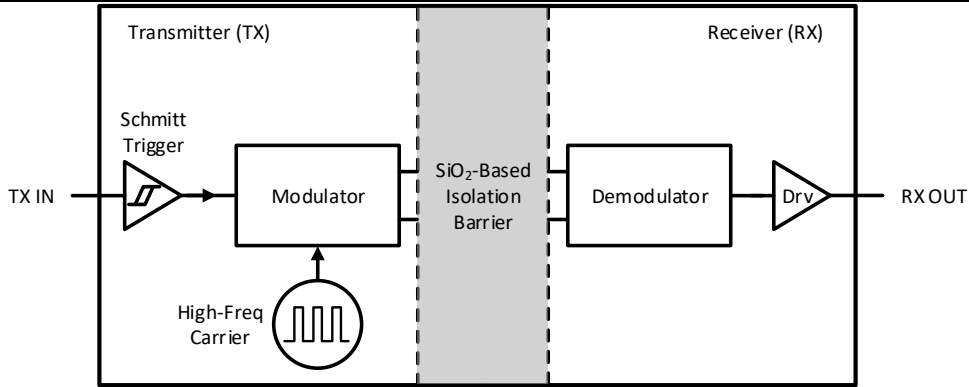
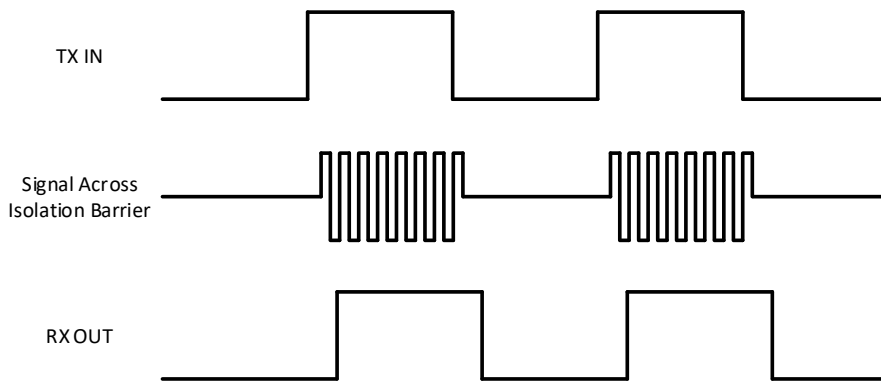

图 9-2 隔离通道的框图
图 9-3 OOK 调制方案的工作波形示意图
CA-IS1311G-Q1 器件使用简单的开关键控 (OOK) 调制方案在基于二氧化硅的隔离层之间传输信号。该隔离层支持高低压域之间高达 5 kV_{RMS} 的电气隔离。隔离通道的框图如图 9-2 所示。如图 9-3 所示，当数字位流为高电平时，发射机 (TX) 通过高频载波对其进行调制，当数字位流为低电平时则不调制。接收机 (RX) 解调通过隔离层的信号并将其准确地恢复成数字位流。隔离通道采用全差分电容耦合架构，对共模瞬态噪声不敏感，因此可以最大化 CMTI 性能。该结构和相关电路同时提供低辐射和高磁场抗扰度。